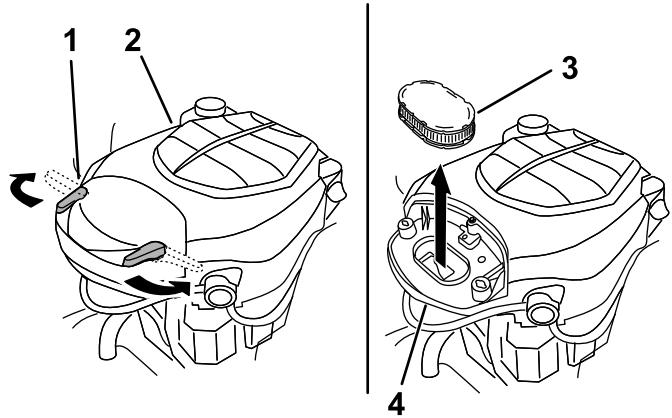

Figura 31
2. Retire la tapa para tener acceso al elemento del limpiador de aire (Figura 31).
6. Instale la tapa y sujetela con los enganches (Figura 31).